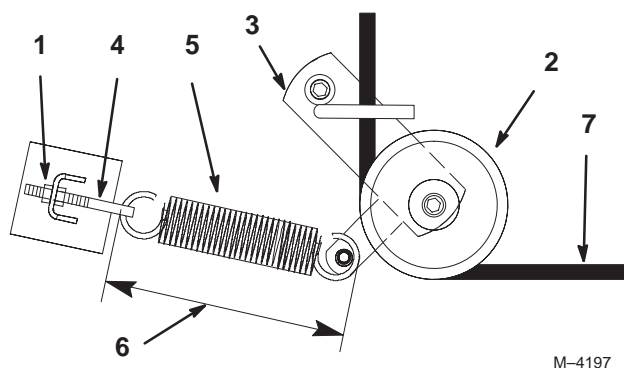

Figure 70
4. Desserrez l'écrou extérieur sur le boulon à œil du ressort (Fig. 70).
6. Déposez la poulie de tension rappelée par ressort (Fig. 70).
7. Faites passer la courroie neuve dans le bras de renvoi (Fig. 70).
9. Resserrez l'écrou extérieur sur le boulon à œil du ressort (Fig. 70).
Remarque : Vérifiez la longueur du ressort. Il doit mesurer 238 mm ± 3 mm. Procédez à un réglage si la longueur n'est pas correcte (Fig. 70).